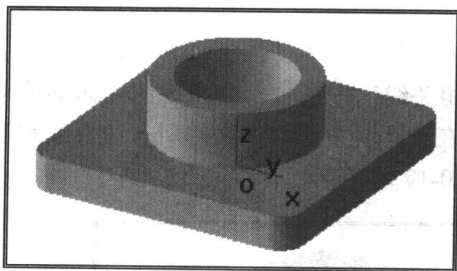

图 0-12 生成凸台特征
③ 单击工具栏中的“拉伸增料”按钮，系统弹出“拉伸”对话框，拾取“草图 1”作为拉伸对象，单击“深度”输入框右侧的向上箭头按钮，调整拉伸深度为 25，单击 **确定** 按钮，生成拉伸实体特征。生成后的实体造型如图 0-12 所示。